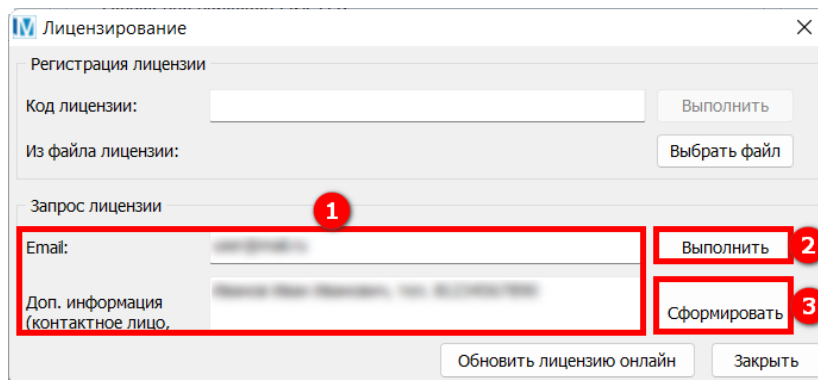

Рисунок 26– Регистрация и активация ПО – Запрос на получение лицензии
- Путем отправки запроса на получение лицензии. Для этого необходимо указать Email, дополнительную информацию (контактное лицо, наименование организации, контактный телефон ответственного лица и т. п.) (1) (см. рисунок 26) и нажать кнопку **Выполнить** (2). Кнопка **Сформировать файл запроса** (3) позволяет сохранить файл запроса лицензии. Процесс регистрации и активации ПО будет завершен автоматически после обработки данного запроса правообладателем.